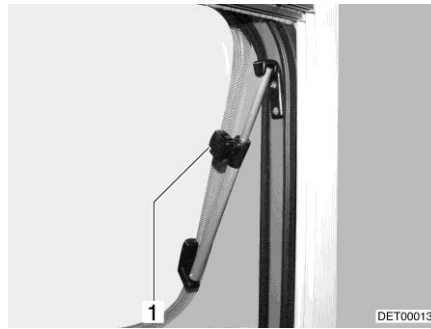

Fig. 119 Lanterneau avec bras pivotants, ouvert
- Ouvrir le lanterneau jusqu'à la position voulue et le bloquer avec la molette (Fig. 119,1).
- Tourner la molette (Fig. 119,1) jusqu'à ce que le dispositif de blocage soit libéré.